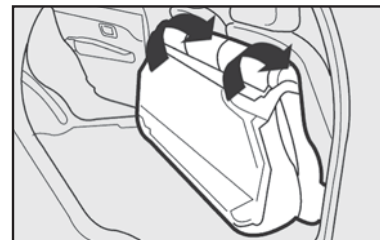

fig. 125
6) Incline hacia adelante el asiento trasero completo de manera que se obtenga una superficie de carga única **fig. 125**.
Para colocar el asiento en su posición normal - fig. 125: